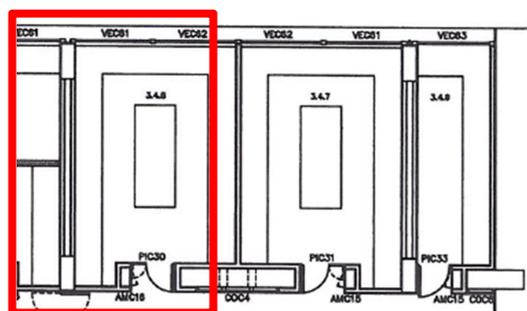

Figura 3 - Laboratório de Bacteriologia Alimentar C3.44, localizado no 3º piso do Edifício C
- C3.44 - Laboratório de Bacteriologia Alimentar, localizado no 3º piso do Edifício C (Figura 3);